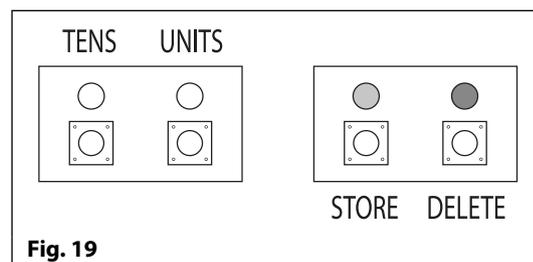

Fig. 19
In standby, il LED verde di memorizzazione e il LED rosso di cancellazione, sul retro del modulo, si accendono (ON) e i LED gialli di unità e decine si spengono (OFF), vedere **Fig. 19**. Procedere nel modo che segue per impostare il tempo del relè:
In standby, il LED verde Store e il LED rosso Delete, sul retro del modulo, si accendono (ON) e i LED gialli di unità e decine si spengono (OFF), vedere **Fig. 19**. Procedere nel modo che segue per impostare l'ID dell'unità: